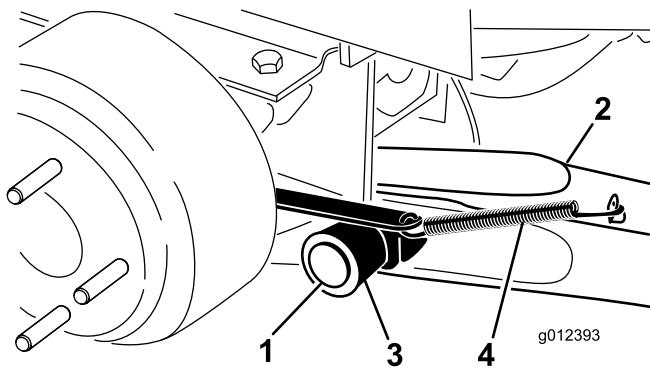

Figura 3
4. Montate un braccio di sollevamento sulla staffa orientabile con un perno girevole e una coppiglia (Figura 3). Montate il braccio di sollevamento con la parte piegata collocata verso l'esterno.
- Agganciate la molla di ritorno del freno alla linguetta presente sul braccio di sollevamento (Figura 3).